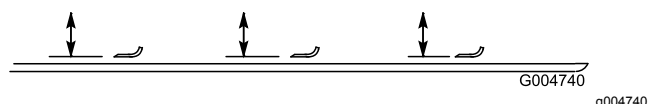

Figura 108
2. Girate la lama fino a disporla in parallelo con la lunghezza della macchina (Figura 108). Misurate la distanza tra l'interno dell'apparato di taglio e il tagliente sulla parte anteriore della lama. Ricordate questa misura.